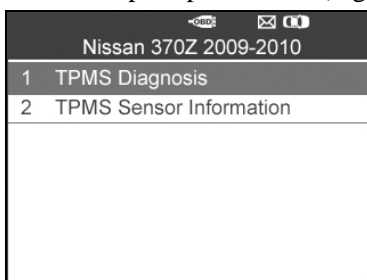

Figure 4.21
- 5) L'outil affiche un écran de fonction comme ici. Utiliser le bouton de défilement **vers le haut/vers le bas** pour sélectionner **Diagnostic TPMS** ou **Information de capteur TPMS**. Ensuite, appuyer sur le bouton **Y** pour poursuivre. (Figure 4.21)